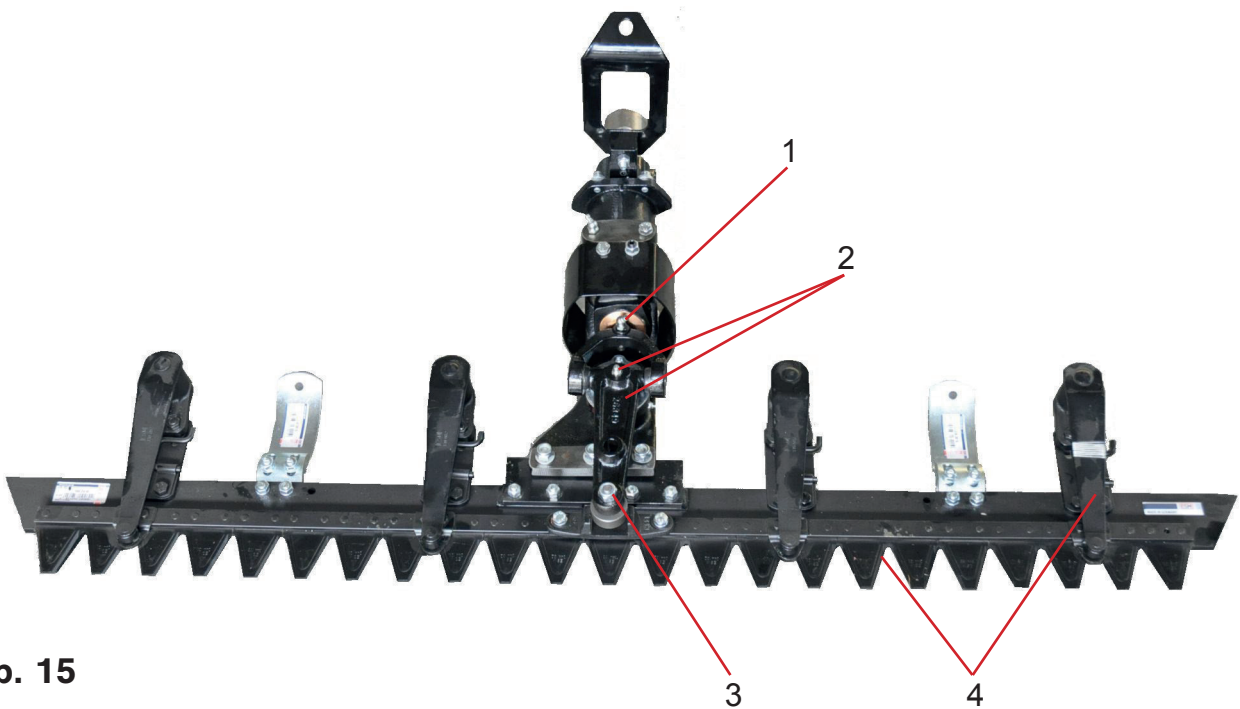

Abb. 15
- 1) Obermesser-Schwingen-Mähsystem (Abb. 15):